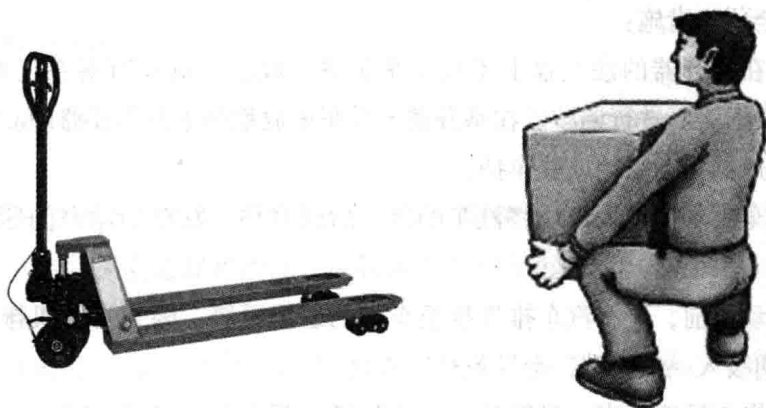

图 1—4 搬运工具（搬运地牛）
1. 搬运重物要量力而行，如果物件太重可以找人帮助或用搬运工具（见图1—4）做搬运工作，不要勉强。